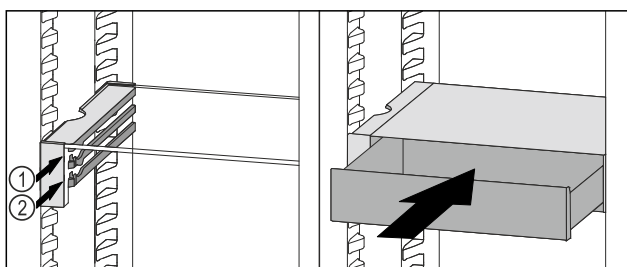

Fig. 78
- ▶ Predal VarioSafe namestite za zaustavljalnimi elementi na želeni nastavek Fig. 78 (1) ali Fig. 78 (2).